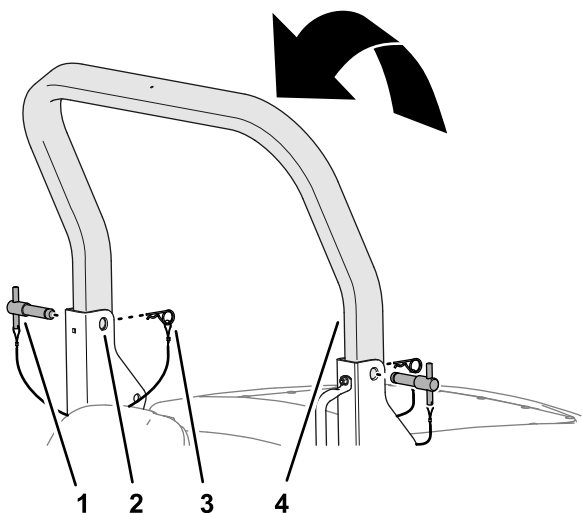

Figura 24
3. Eleve la barra antivuelco superior hasta que los taladros en la barra antivuelco se alineen con los soportes de giro (Figura 24).
4. Inserte los pasadores de la barra antivuelco a través de los taladros superiores de los soportes de giro y la barra antivuelco superior (Figura 24).
5. Fije los pasadores de la barra antivuelco a los soportes de giro con las chavetas (Figura 24).